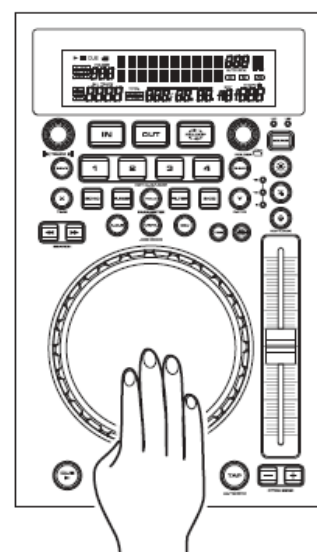

Bild 33
Sie können den Bereich des *Tempo Faders* (10) jederzeit ändern. Um den Pitch-Bereich zu ändern, versichern Sie sich zunächst, dass die Pitch-Funktion angeschaltet ist, siehe *Bild 33*. Der prozentuale Pitch-Bereich kann aus folgenden Werten gewählt werden: +/-6%, +/-10% und +/-16%. 6% Pitch-Bereich erlauben die geringste, 16% die größte Pitch-Manipulation. Um die verschiedenen Bereiche einzustellen, drücken Sie den *Pitch An/Aus Button* (4) und drücken Sie auf den *Pitch Range Button* (5), bis Ihr gewünschter Wert eingestellt ist, siehe *Bild 28*.